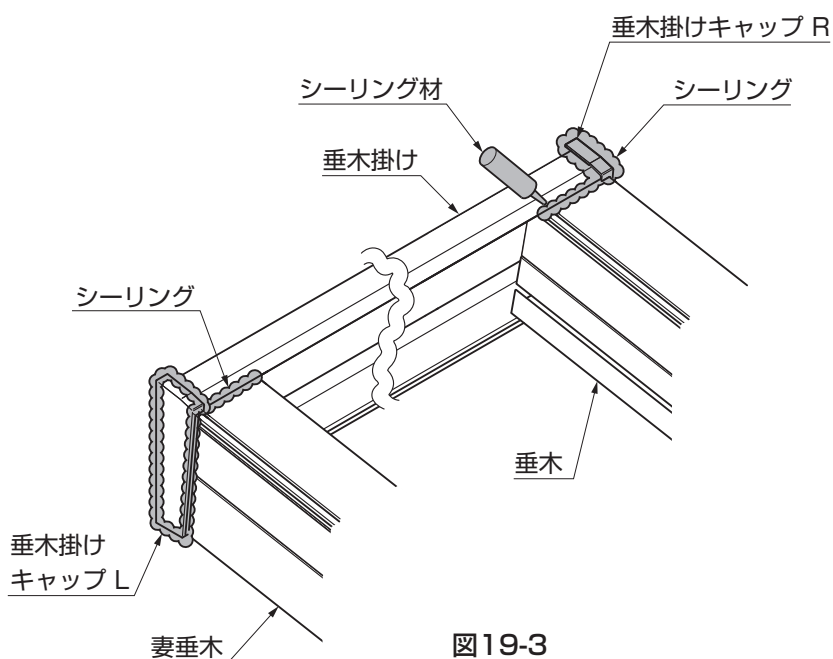

図19-3
③ 垂木掛けキャップのまわりに、シーリングをしてください。(図19-3参照)